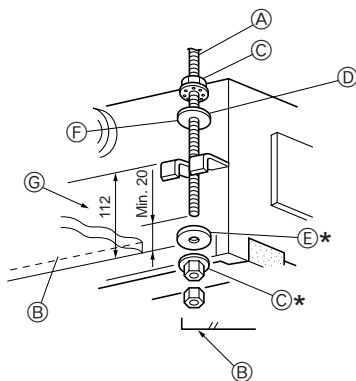

Fig. 2-7
1. In primo luogo, infilare le rondelle ① ② (fornite con l'unità) e i loro dadi (di fornitura locale) sul bullone di sospensione. (Fig. 2-7)